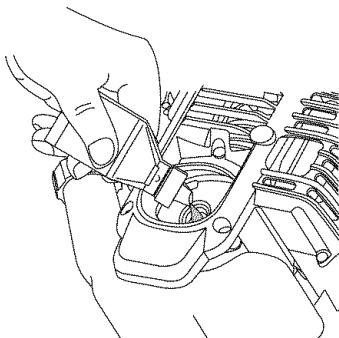

Fig. 26
**NOTA:** Use la botella y la boquilla que guardó del uso inicial para medir la cantidad correcta. El nivel de 90 ml (3,04 onzas) está aproximadamente en la parte superior de la etiqueta de la botella (Fig. 26). Mida el nivel con la varilla de medición. Si el nivel está bajo, agregue una pequeña cantidad de aceite y vuelva a medir (Fig. 23). No lo llene demasiado.